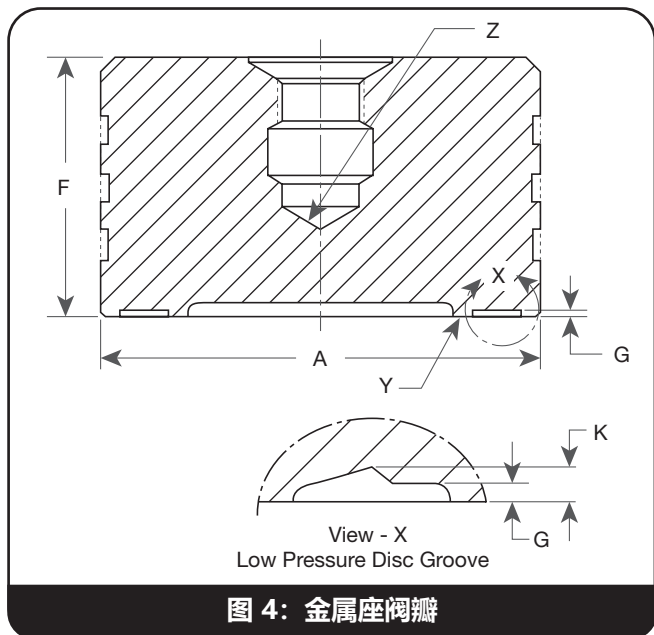

图 4: 金属座阀瓣
- 阀座表面 (Y) 有划痕。
- 主轴轴承截面 (Z) 磨损或凹陷。
- 超过表 1 和图 4 中所示的尺寸。